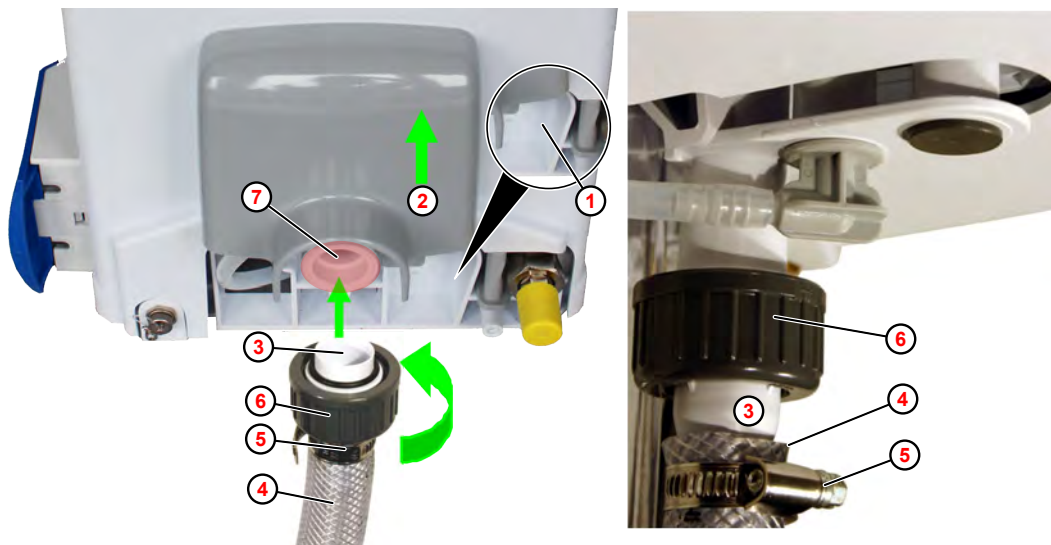

Fig. 5: Linea di alimentazione prodotto alla lavastoviglie (LS)
- 6.** ➤ Tenere premuta la linguetta di sblocco del blocco tramoggia (Fig. 5 , ①).
- 7.** ➤ Spingere il blocco tramoggia ② verso l'alto ed estrarlo.
- 8.** ➤ Spingere il dado per raccordi ⑥ nel nipplo di collegamento ③ .
- 9.** ➤ Spingere la fascetta stringitubo ⑤ nella linea di alimentazione prodotto ④ .
- 10.** ➤ Spingere la linea di alimentazione prodotto ④ sul nipplo di collegamento ③ .
- 11.** ➤ Serrare la fascetta stringitubo ⑤ .
12. ► Collegare la linea di alimentazione prodotto ④ all'uscita tramoggia ⑦ e serrare in modo stretto il dado per raccordi in senso orario.
13. ► Collegare la linea di alimentazione prodotto ④ all'attacco serbatoio.